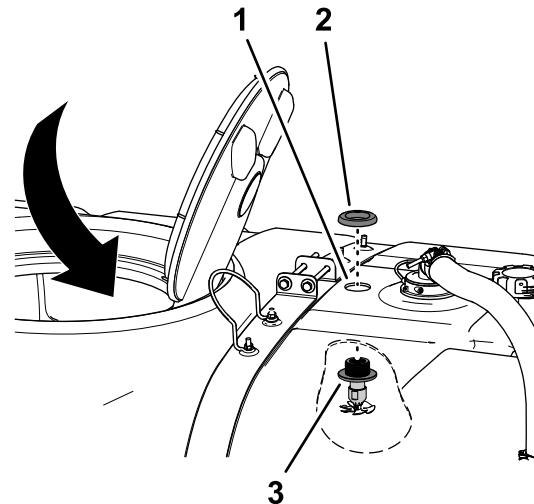

Figura 21
2. Coloque la tuerca de plástico con arandela prensada sobre la rosca del pasamuros situado en la parte superior del depósito, y apriete la tuerca con arandela prensada a mano (Figura 21).
1. Trabajando dentro del depósito a través del hueco de 41 cm, pase el conjunto de boquilla hacia arriba por el orificio de 4,5 cm que perforó en Perforación del depósito de fumigación (página 9), según se muestra en Figura 21.